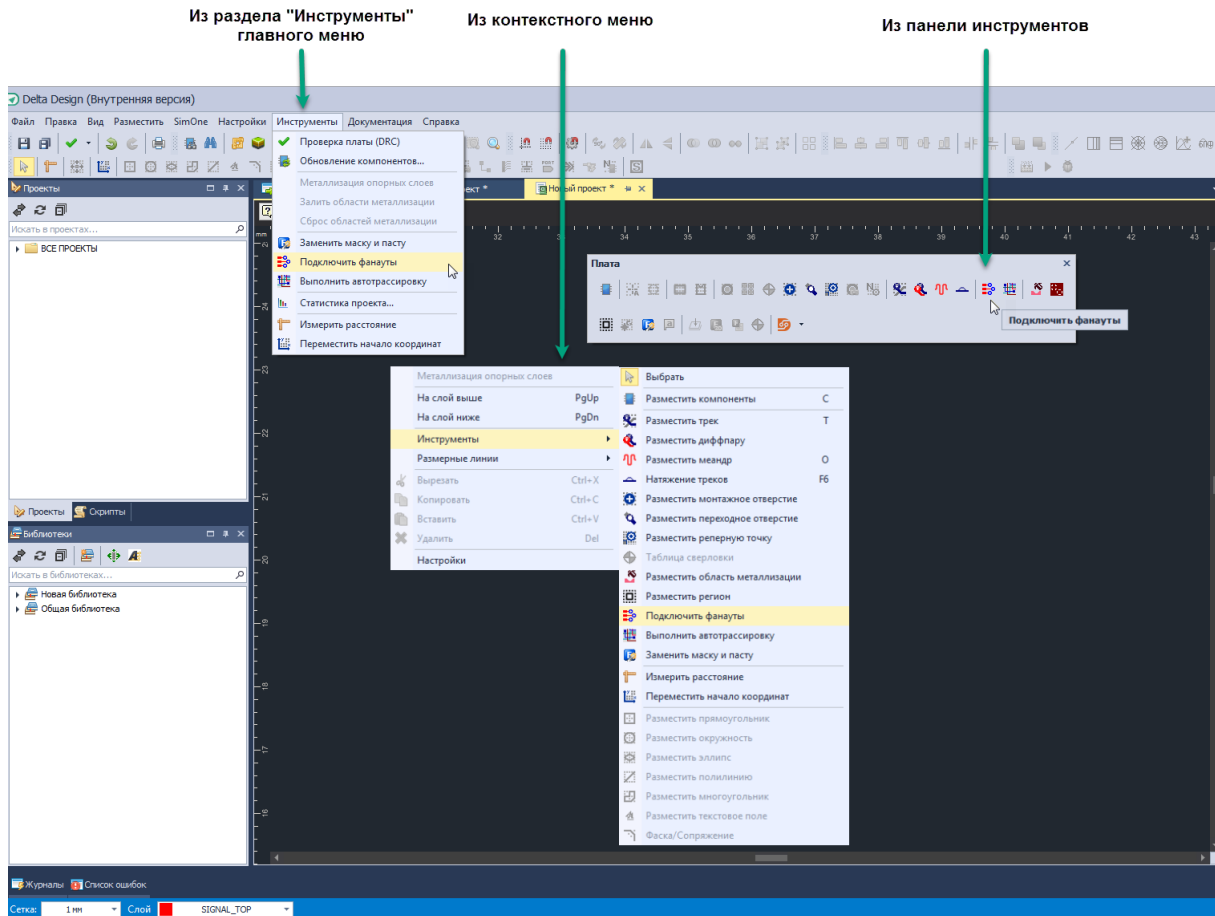

Рис. 222 Вызов инструмента «Подключить фанатуы»
2. Вызвать контекстное меню и воспользоваться пунктом «Построить фанаты», см. Рис. 222. Аналогичный результат можно получить, воспользовавшись кнопкой  «Подключить фанаты», расположенной на панели инструментов «Плата», либо вызвать данную функцию в разделе «Инструменты» главного меню.